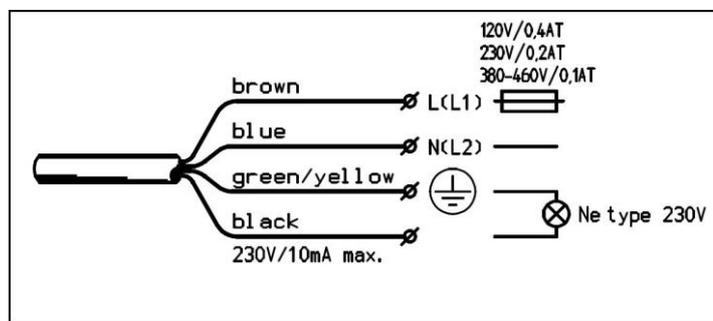

Рис. 1: Подключение неопренового кабеля питания.
- Между сигнальным проводом и землей можно подключить неоновую лампу (230 В) в качестве индикатора высокого напряжения (*см. Рис. 1, 2 или 3*). Можно подключить также реле для включения аварийного сигнала в случае отсутствия высокого напряжения.
Рис. 1